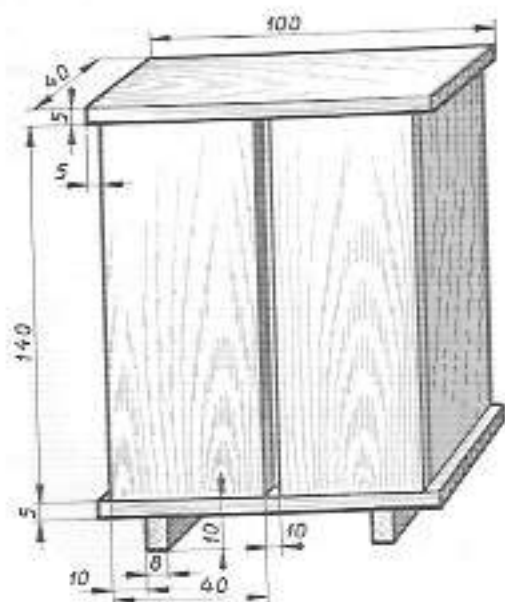

Рисунок 45. Игрушечный шкаф.
3. Изготовьте шкаф по образцу (рисунок 45). План работы надо согласовать с учителем.